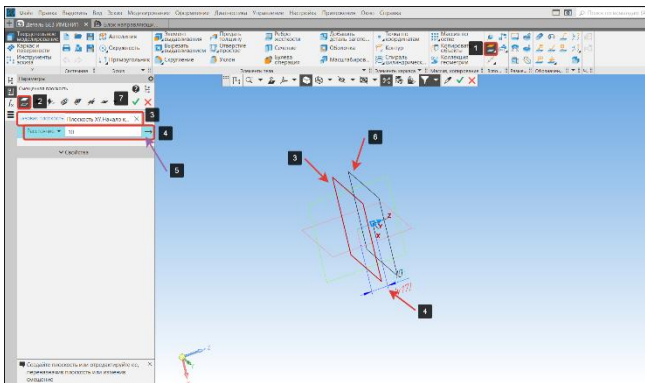

Рисунок 123 – Создание вспомогательной плоскости
- На панели вспомогательные объекты выберем операцию смещенная плоскость (1), подоперация смещенная плоскость (2). Фантом создаваемой плоскости (6) (Рисунок 123);
- Укажем плоский объект, относительно которого задается смещение новой плоскости (3) (Рисунок 123);
- Укажем расстояние от базовой плоскости до создаваемой плоскости (4), зададим направление смещения (5) (Рисунок 123);
- Для завершения построения нажмем кнопку создать объект (7) (Рисунок 123);